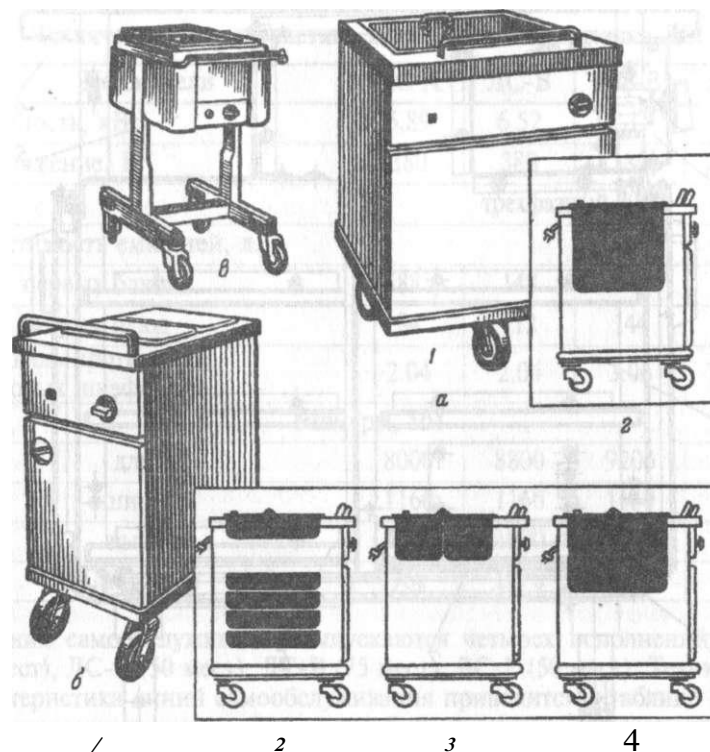

Рис. 14-5. Мармиты электрические передвижные:
**Мармиты передвижные электрические МЭП-6, МЭП-20, МП-28, МЭП-35, МЭП-60 (рис. 14-5).** Назначение, устройство и принцип действия передвижных мармитов те же что и у стационарных. Мармиты имеют раму, к которой крепятся стальные эмалированные облицовки. Стол, изготовленный из нержавеющей стали, имеет гнездо для установки мармитниц, которые обогреваются воздушными тенами. Подключают мармит к электрическим розеткам с помощью трехштыревой вилки. Включение тенов мармита производится выключателем, после чего загорается сигнальная лампа. Ходовая часть мармитов состоит из пары поворотных и пары неповоротных обрешиненных колес и обладает хорошей маневренностью.